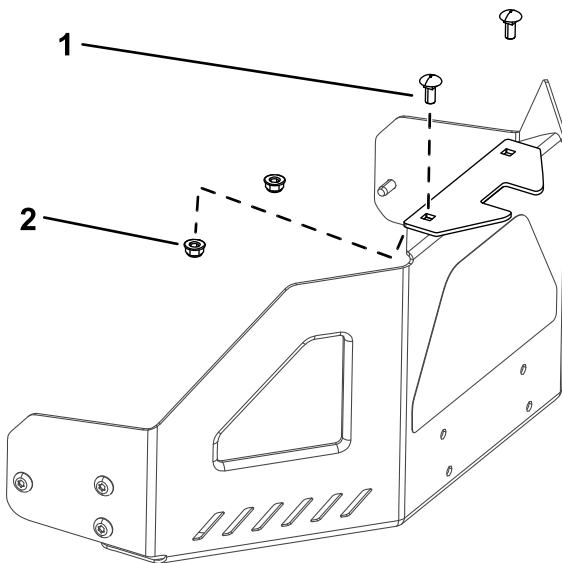

Bild 5
1. Befestigen Sie den Stabilisatorbügel mit zwei Schlossschrauben (5/16" x 3/4") und zwei Sicherungsmuttern (5/16") an der Motorschutzvorrichtung (Bild 5).